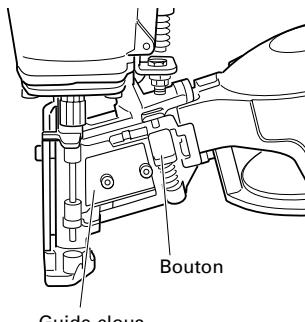

Fig. 13
- (1) Nettoyez de temps en temps la partie mobile du bouton, puis huilez. (Fig. 13).